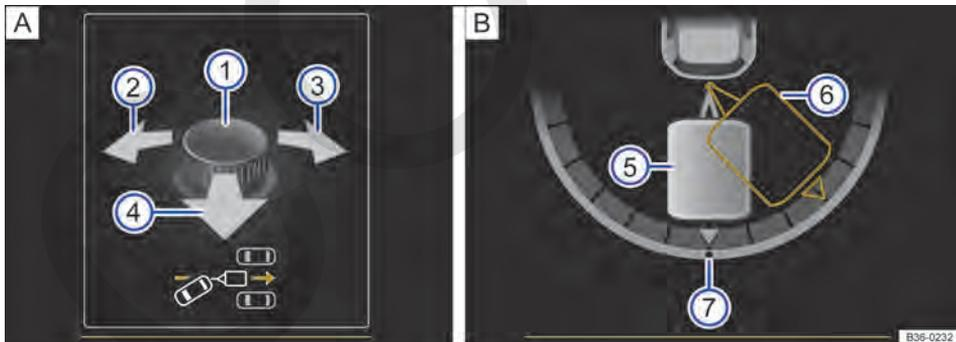

Fig. 160 Manejo del asistente para maniobras con remolque en la pantalla del cuadro de instrumentos: **A** Ajustar el ángulo. **B** Dar marcha atrás.
Leyenda de la **fig. 160**:
- Bascule el mando giratorio hasta alcanzar la dirección deseada. En la pantalla del cuadro de instrumentos aparece a modo de orientación una representación del conjunto vehículo tractor y remolque en la posición actual → fig. 160 .